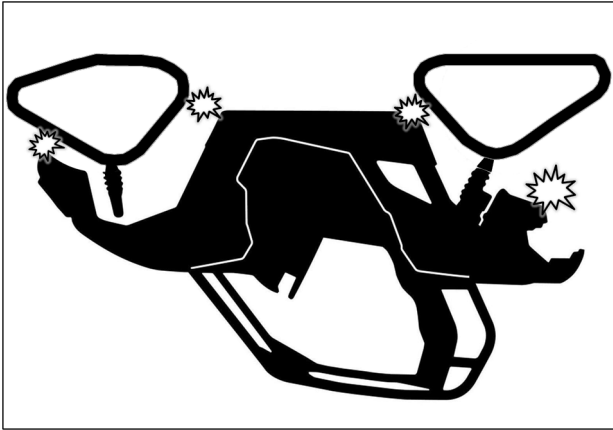

Fig. 27
2. Vérifier s'il y a possibilité de contact entre le système de traction et les coins intérieurs des ailes. Voir la Fig. 27